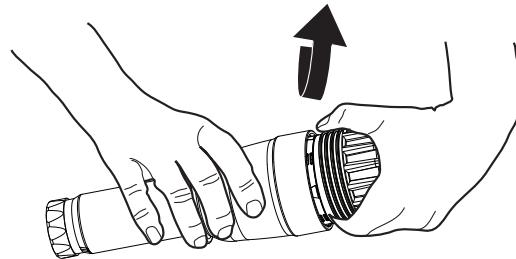

Figure 11
- Visser le tuyau d'extension extérieur sur l'unité de cuvette (Voir la Figure 11).